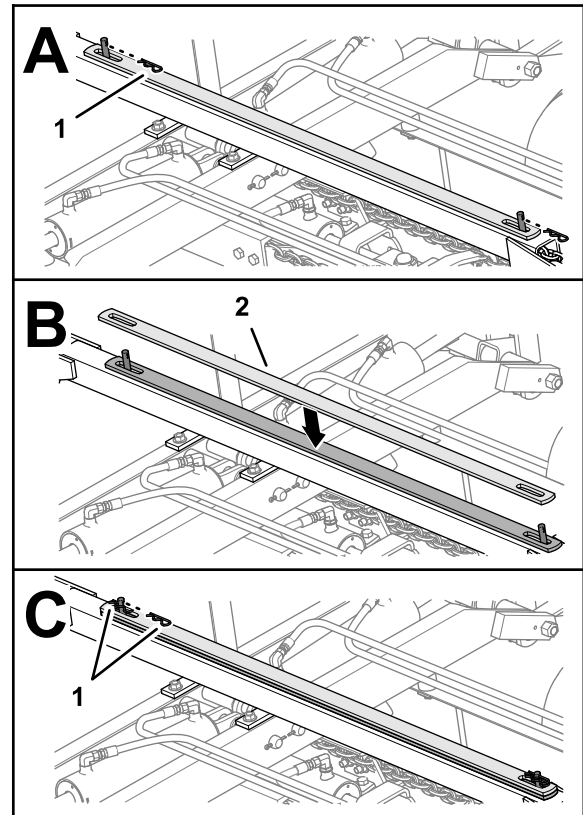

Figura 19
1. Retire las 2 chavetas que sujetan la pletina de transporte de los brazos de elevación de las unidades de corte 4 y 5 (Figura 19).
- Monte la pletina de transporte del kit de conversión de 5 a 7 en las clavijas del perfil central del bastidor (Figura 19).
- Introduzca las 2 chavetas que retiró en 1 y las 2 chavetas del kit de conversión de 5 a 7 en los espárragos (Figura 19).